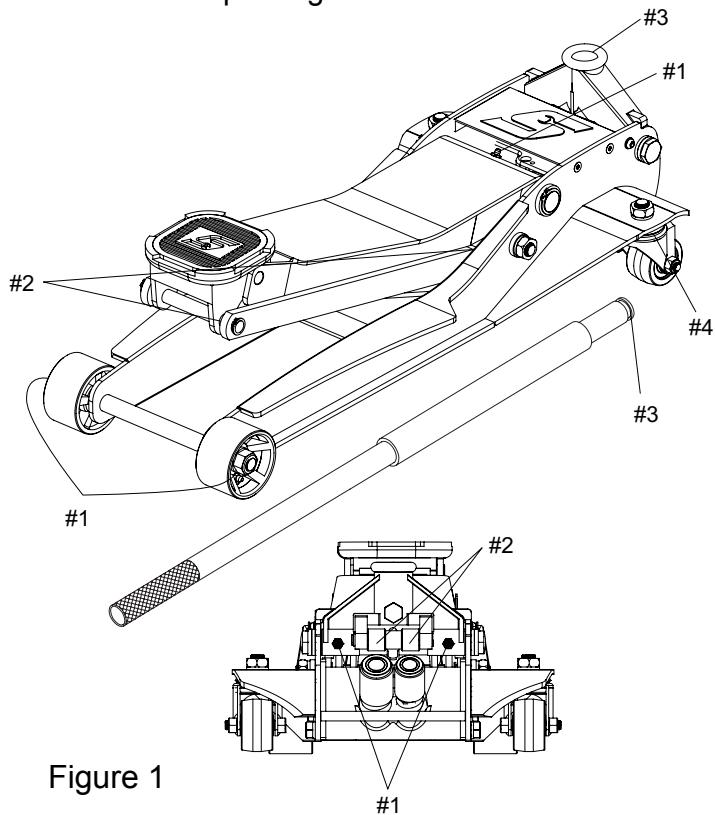

Figure 1
1. Le cric doit être lubrifié avec de la graisse à base de lithium (seulement) afin d'empêcher l'usure prématuée des pièces et garantir le bon fonctionnement. Une graisse à usage général à base de lithium doit être utilisée dans les embouts de graissage fournis dans les deux roues avant FJ200-4, l'ensemble du bras de levage ainsi que dans l'ensemble de l'étrier de la poignée FG200-11. Vous retrouverez d'autres endroits de lubrification à la Figure 1. Les pièces usées résultant de l'utilisation d'une graisse inadéquate, d'une quantité insuffisante de graisse ou d'aucune lubrification ne sont pas couvertes par la garantie.